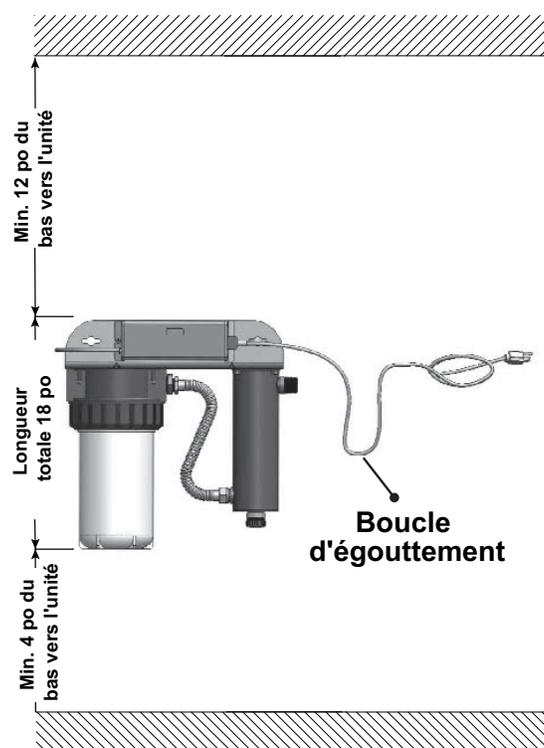

Figure 3 Installation de la désinfectin
Le système de UV est conçu pour être installé à un point d'entrée. Des boucles d'égouttement dans tout le cordage branché au dispositif de commande sont hautement recommandées. Consultez la Figure 3.
2. Sélectionnez un emplacement approprié pour le système de UV et ses composants connexes. Étant donné qu'il est recommandé d'installer un disjoncteur de fuite de terre (DFT), assurez-vous qu'il est pris en compte avant l'installation. Lorsque vous sélectionnez un emplacement de montage, laissez suffisamment d'espace pour permettre la dépose du manchon de la lampe UV, ainsi qu'assez d'espace pour changer les cartouches de filtre. Consulter la Figure 3 pour les dimensions d'espace typiques.
4. Assurez-vous d'avoir laissé une « boucle d'égouttement » sur le cordon d'alimentation, à nouveau, pour empêcher l'eau de pouvoir entrer dans le dispositif de commande. Consultez la Figure 3.